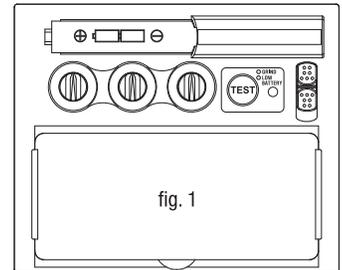

fig. 1
Installer les piles dans le compartiment du casque, selon le marquage positif et négatif des bornes (voir fig.1).
Appuyer et maintenir la pression sur « TEST » pour un aperçu de la teinte choisie avant de commencer à souder (Voir fig. 1). Une fois le bouton relâché, la fenêtre d'aperçu revient automatiquement à l'état clair (teinte 3.5). Appuyer sur « TEST » si la fenêtre de visualisation ne retourne pas à l'état d'obscurcissement, remplacer les piles et essayer à nouveau.
Cette cartouche ADF est alimentée par une cellule solaire et 2 piles alcalines AAA. Lorsque l'indicateur situé sur le verre devient rouge (voir fig.1), la batterie est à remplacer.
**Mode meulage** - Utilisé pour les applications de meulage du métal. Dans cette modalité, la fonction nuance est éteinte. La teinte est une nuance fixe DIN 3.5 qui permet d'avoir une bonne visibilité pour meuler une soudure avec le casque fournissant une protection du visage (Voir fig.2). Dans cette situation, l'indicateur devient vert et clignote toutes les 3 secondes (voir fig.1).